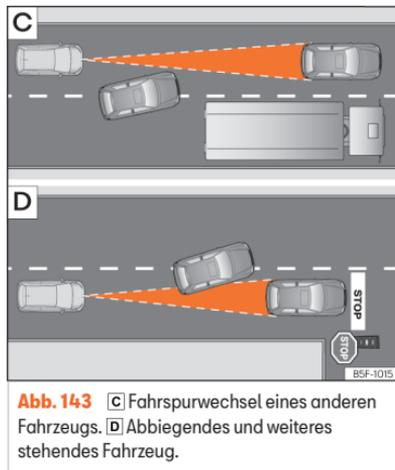

Abb. 143 [C] Fahrspurwechsel eines anderen Fahrzeugs. [D] Abbiegendes und weiteres stehendes Fahrzeug.
- Fahrzeuge, die in geringem Abstand auf die eigene Fahrspur wechseln >>> [Abb. 143]
ACC reagiert nicht auf stehende Fahrzeuge. Wenn z. B. ein von der ACC erfasstes Fahrzeug abbiegt oder ausschert und sich vor diesem Fahrzeug ein stehendes Fahrzeug befindet, reagiert ACC nicht auf das stehende Fahrzeug »» (Abb. 143) .